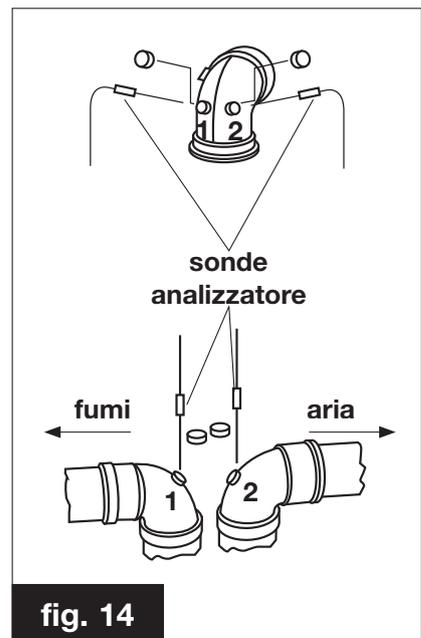

fig. 14
- misura della temperatura dell'aria comburente prelevata nell'apposito foro 2 (vedi fig. 14 A).
- misura della temperatura dei fumi e della quantità di CO₂ prelevata nell'apposito foro 1 (vedi fig. 14 A). Effettuare le specifiche misurazioni con la caldaia a regime.
- misura dell'aria della temperatura comburente prelevata nell'apposito foro 2 (vedi fig. 14 B).
- misura della temperatura dei fumi e della quantità di CO₂ prelevata nell'apposito foro 1 (vedi fig. 14 B).